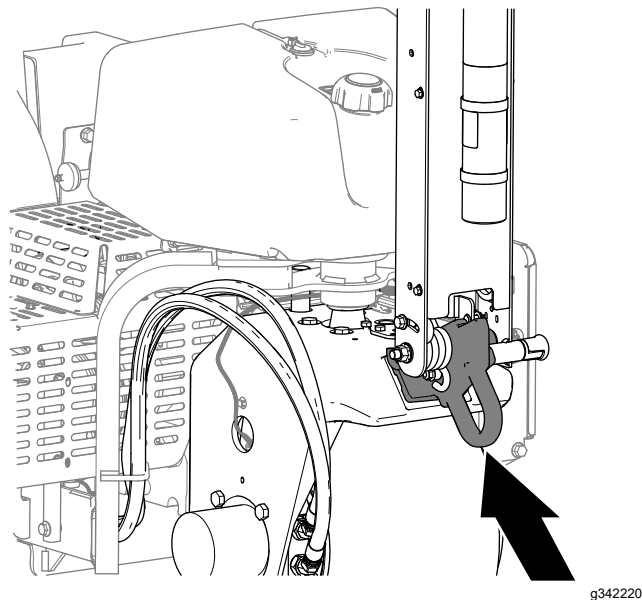

図 128
6. 牽引する場合は、マシン前部にあるロープ掛け用のアイを使用する 図 128。